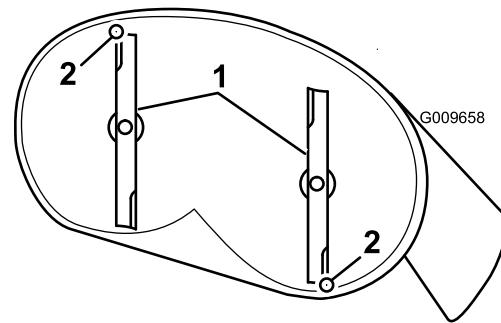
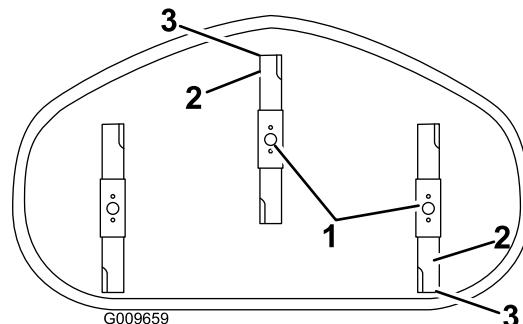

Figure 63
Figure 64
4. Faites pivoter les lames avec précaution pour faire passer les pointes avant à l'arrière (Figure 63 et Figure 64).
5. Mesurez la distance entre la pointe de la lame avant et la pointe de la lame arrière par rapport à la surface plane (Figure 63 et Figure 64).
9. Une fois le réglage effectué, vérifiez à nouveau l'inclinaison avant/arrière des lames ; continuez d'ajuster l'écrou jusqu'à ce que la pointe avant de la lame soit de 1,5 à 8 mm plus bas que la pointe arrière (Figure 63 et Figure 64).